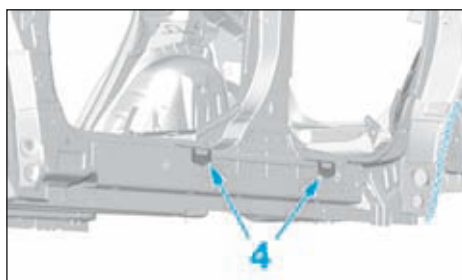

FIG.115
- Appliquer un joint d'étanchéité sur le pourtour de l'insert gonflant (4) avec un produit d'étanchéité indice "A1" (Fig.115).